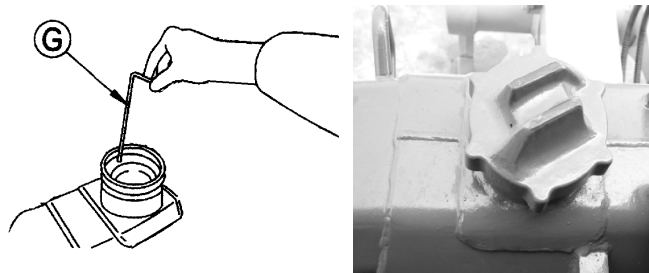

Figura 2-40
Desenrosque la tapa del depósito de gasolina, saque la regla de aceite (G) (figura 2-40), examine el nivel del aceite.